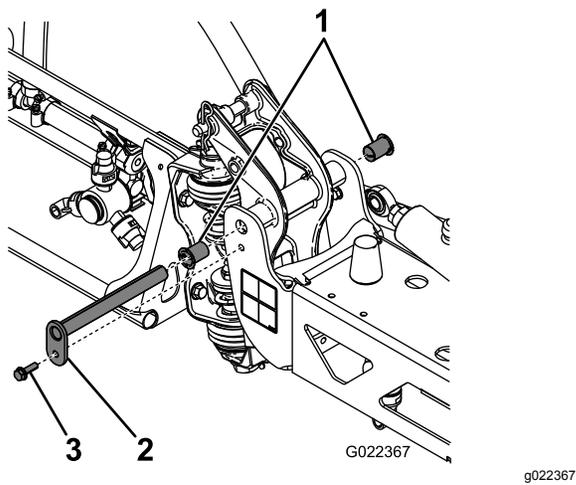

Bild 57
3. Wenn das Gewicht des Auslegers abgestützt ist, nehmen Sie die Schraube und die Mutter ab, mit denen der Lagerbolzen am Ausleger befestigt ist (**Bild 57**).
6. Nehmen Sie die Nylonbüchsen vorne und hinten an der Schwenkhalterung ab und prüfen Sie sie (Bild 57).
8. Montieren Sie den Ausleger und die Schwenkhalterung im mittleren Rahmen und fluchten Sie die Öffnungen aus (Bild 57).